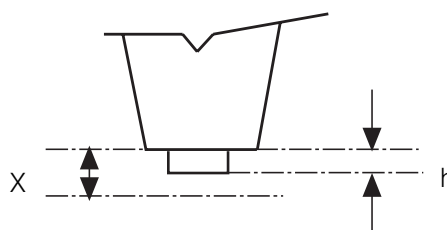

Abb. 16
- 5 - Das Maß "X" in mm erfassen (siehe Abb.16) und die erforderliche Verstellung (S) berechnen, um die bestmöglichen Arbeitsbedingungen zu erzielen: